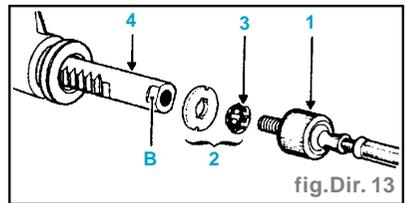

fig. Dir. 13
- Remplacer systématiquement l'ensemble (2). Si le crantage de la rotule (1) n'est pas détérioré, elle peut être réutilisée (fig. Dir. 13).
- Avant le serrage définitif de la rotule axiale à l'aide de l'outil **Dir. 1305**, vérifier que les languettes de la rondelle arrêt (2) coïncident bien avec les méplats (B) de la crémaillère (fig. Dir. 13).